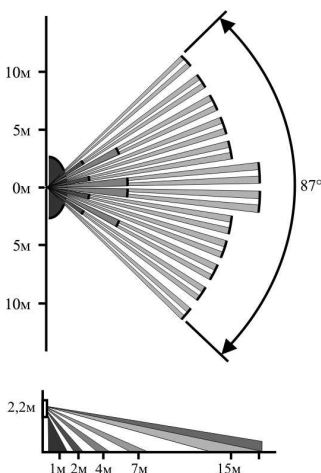

Рис. 4 Диаграмма зоны обнаружения
- Широкоугольная линза, позволяющая создать зону обнаружения максимальной площади (см. рис. 4).